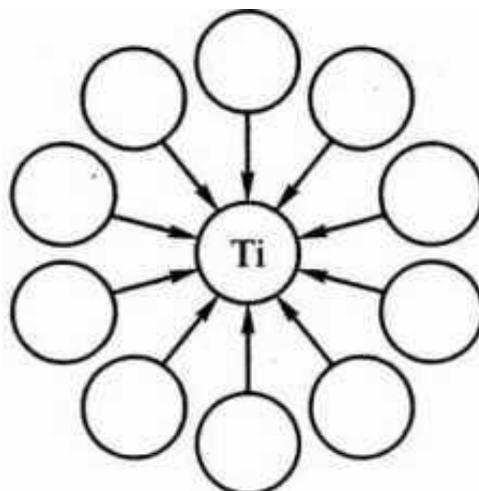

Рис. 5.6 Сплавы титана
15. Впишите в свободные кружки (рис. 5.6) металлы, с которыми титан образует сплавы.